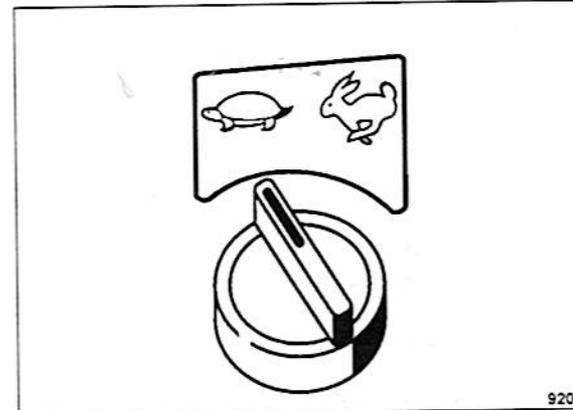

Fig. 76
- Colocar el interruptor giratorio para niveles de marcha (Fig. 76) hacia la izquierda en el primer nivel de marcha.